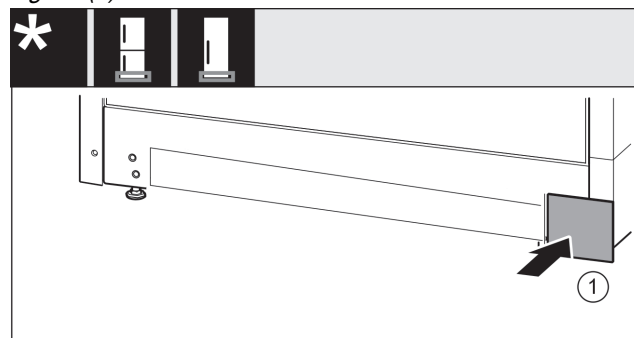

Fig. 17
- ▶ Снова установите крышку с другой стороны. Fig. 17 (1)